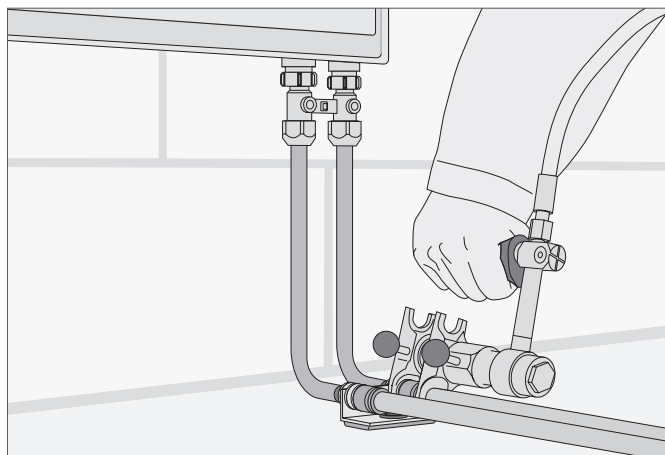

Рис. 15-11 Присоединить трубы с помощью подвижной гильзы
17. Присоединить подводы с помощью подвижной гильзы (см. рис. 15-11).